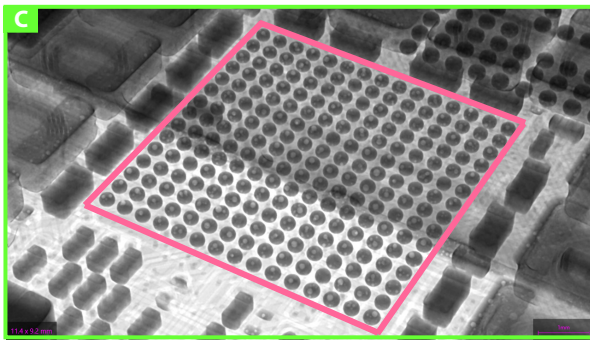
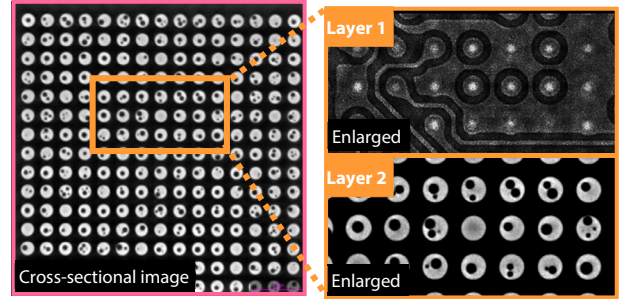
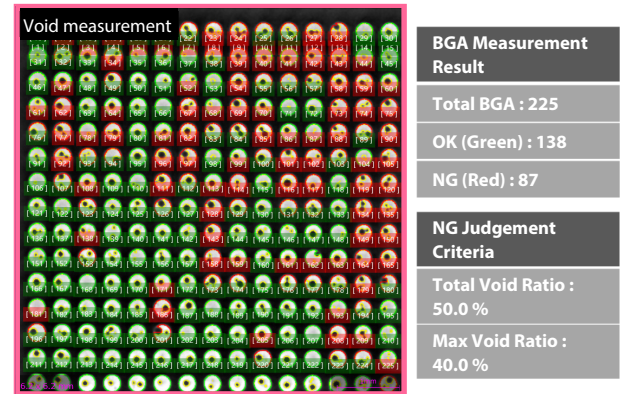

图 4 BGA (C 部位) 透视图
图 5 BGA (C 部位) 切片显示图
图 6 BGA (C 部位) 的气泡测量图
图 5 示出了通过 CT 成像在低倍率和告别了获取与图 4 相同的截面的图像。第 1 层和第 2 层是从同一成像数据获得的两个不同层的数据的图像。可以使用第 1 层来观察电子电路线路中有没有断开连接，并确保正确的焊接了 BGA 焊点。第 2 层可用于检查 BGA 中任意层的空隙分布。通过改变放大率可用于图像采集的视野的大小或提取不同层的数据，也可以从单个观察点获得各种数据。
图 6 示出了使用 BGA 测量功能从图 5 中的 CT 横截面图像获得的空隙率计算的结果。使用该检查系统，无需复杂的参数设置即可轻松的进行测量。此外，通过设置任意合格 / 不合格标准，可以一眼识别出有缺陷的部分。(测试通过 (OK) 的部分显示为绿色，失败 (NG) 的部分显示为红色。)除了如图 7 所示的基于空隙率的 OK/NG 评估之外，可以评估 BGA 的直径和真圆度。